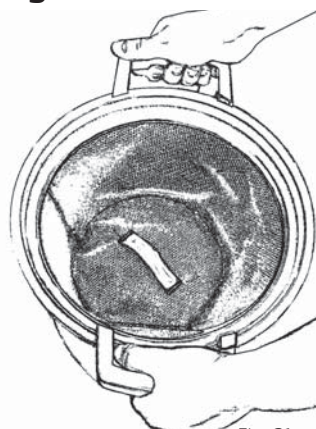

Fig. 21
2. Lad filteret sidde i beholderen. Ryst i stedet filteret let inden i beholderen, så støvet løsnes fra filteret og falder ned i beholderen, fig. 21.